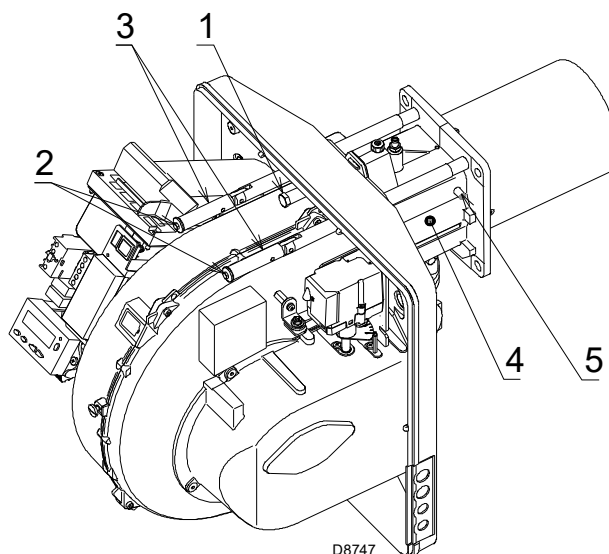

Fig. 19
- volver a montar el quemador en las guías 3) aproximadamente a 100 mm del manguito 4) - quemador en la posición ilustrada en la Fig. 19;
- conectar el cable de la sonda y el cable del electrodo y luego deslizar el quemador hasta el manguito, quemador en la posición ilustrada en la Fig. 19;